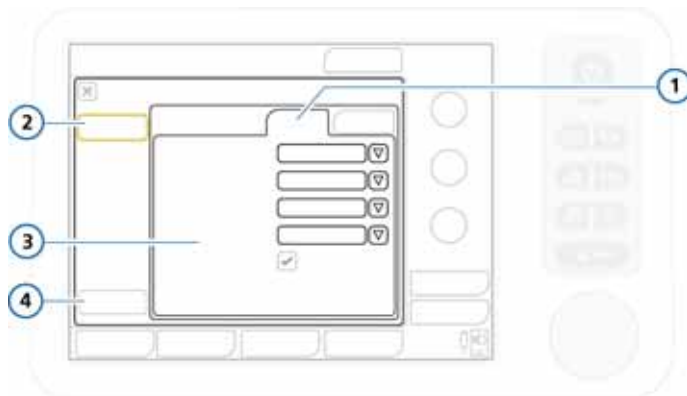

図 J-16. センサデータ設定
1. コンフィグウィンドウを開き、【センサ】ボタンにタッチします (図 J-16)。